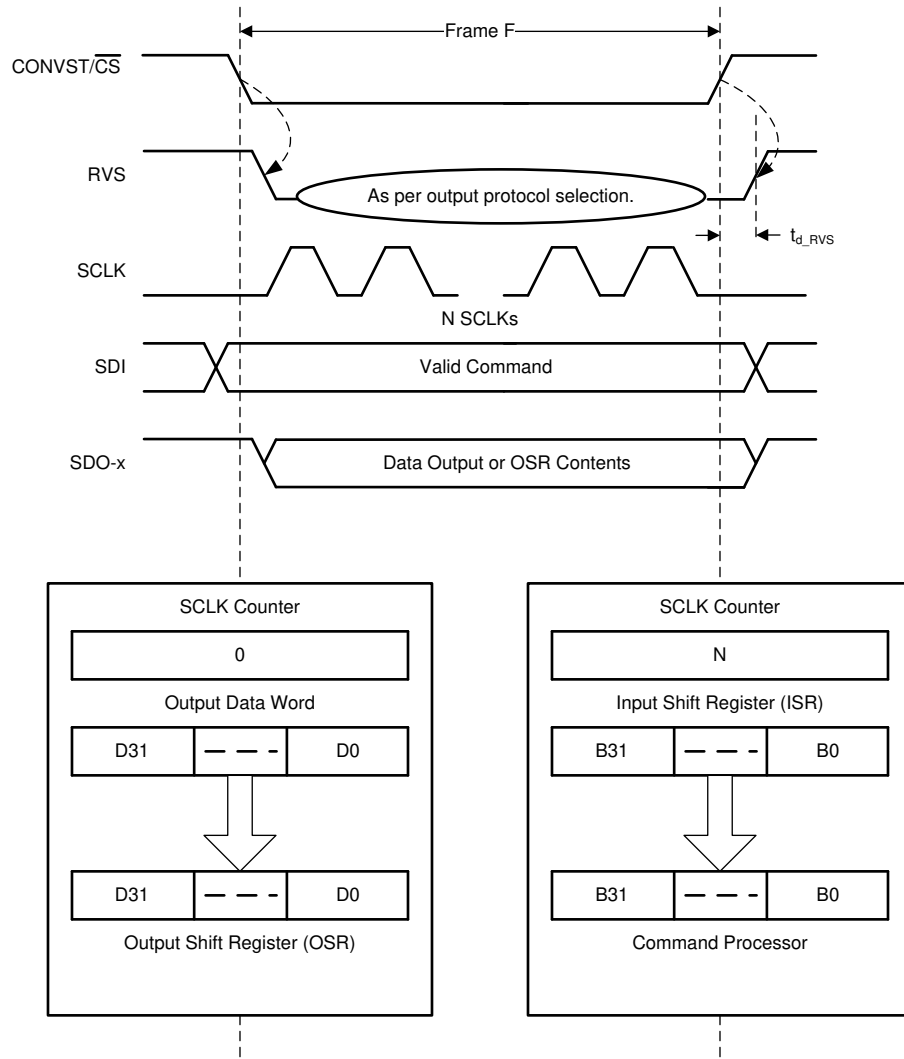

図 6-25. データ転送フレーム
デバイスとホスト コントローラとのデータ転送フレームは、 $\text{CONVST}/\overline{\text{CS}}$ ピンの立ち下がりエッジで開始されます。このフレームは、デバイスが次の立ち上がりエッジで変換を開始すると終了します。ホスト コントローラは、 CONV 相が終了した後で $\text{CONVST}/\overline{\text{CS}}$ 信号を Low (図 6-25) にすることで、データ転送フレームを開始します。「CONV 状態」セクションに、このプロセスの説明が記載されています。
- デバイスはデータバスを制御します。図 6-25 に示されているように、出力データワードの内容は、32 ビットの出力シフトレジスタ (OSR) にロードされます。
- 図 6-25 に示されているように、入力シフトレジスタの内容はコマンドプロセッサへ転送され、デコードとさらなる処理が行われます。